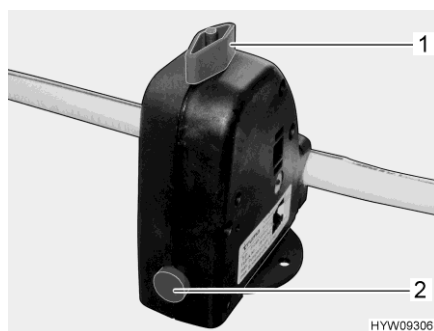

Fig. 154 Valvola di sicurezza/di scarico (Truma)
- Chiudere la valvola di sicurezza/di scarico (Truma). A tal fine ruotare la manopola (Fig. 154,1) verticalmente rispetto alla valvola di sicurezza/di scarico e premere verso l'interno il bottone automatico (Fig. 154,2).